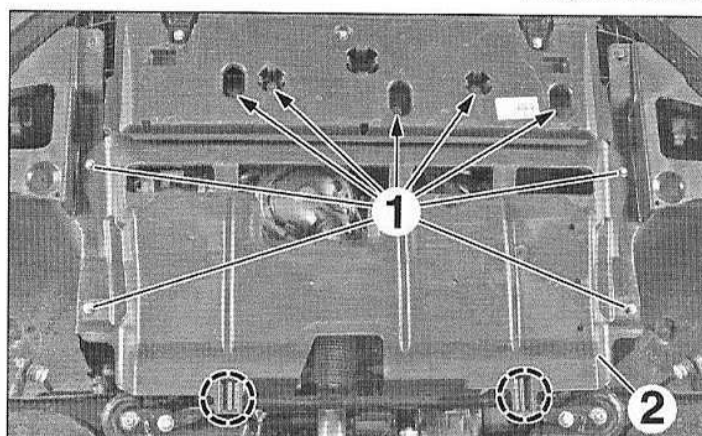
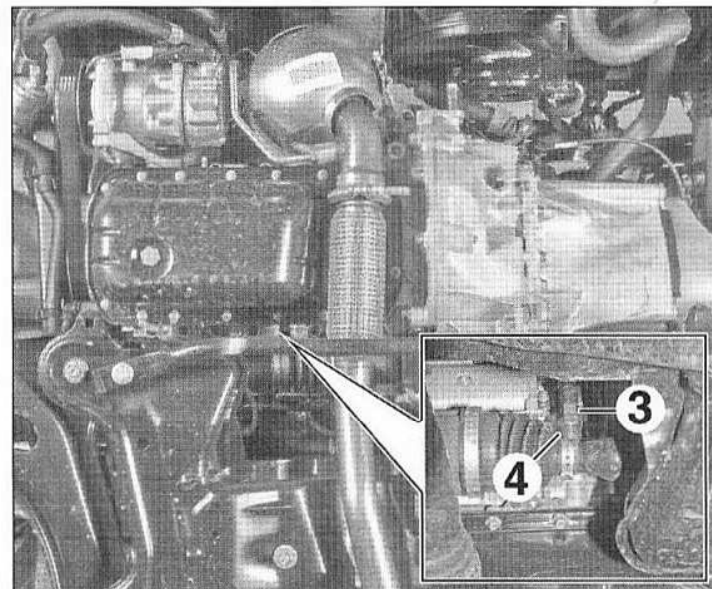

FIG.11
FIG.19
- selon équipement, les vis (1) (Fig.11).
- Dégraffer et déposer la protection sous moteur (2).
- Selon équipement, déposer les vis (1) (Fig.11).
- Débrancher le connecteur (3) (Fig.19).
- Déposer la sonde de niveau d'huile (4).